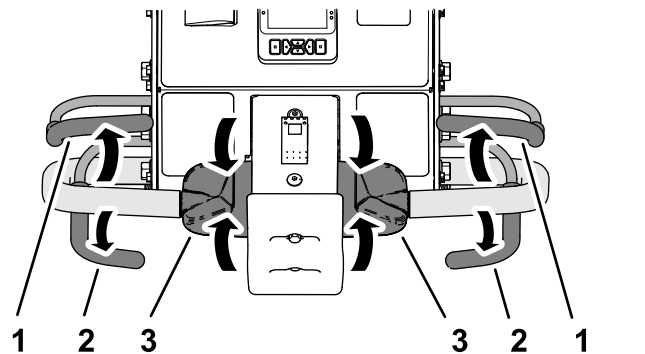

Figura 79
1. Dacă efectuai aerarea, eliberai maneta de aerare (Figura 79) pentru ridicarea capului de carotaj; consultai Ridicarea capului de carotaj (Pagină 49).